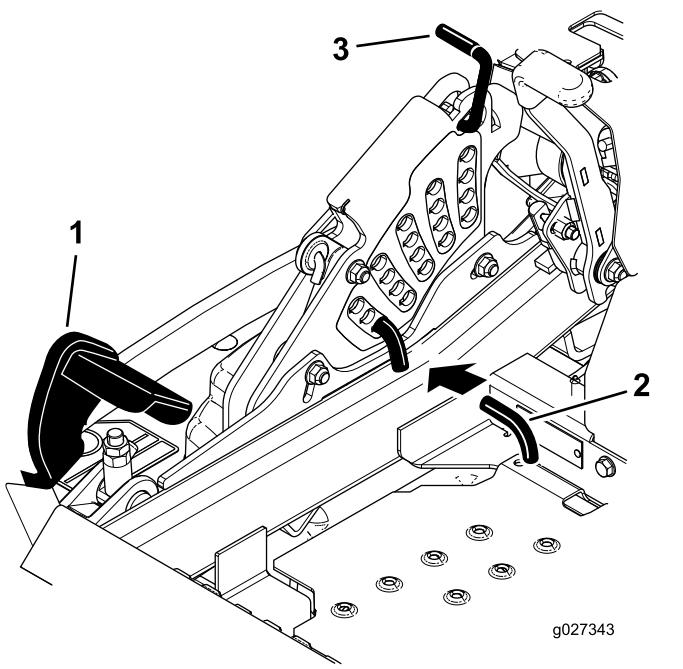

Figura 97
- Empuje el pedal de elevación de la carcasa hacia delante del todo; la carcasa se enganchará en la posición de transporte de 14 cm (5½") (Figura 97).